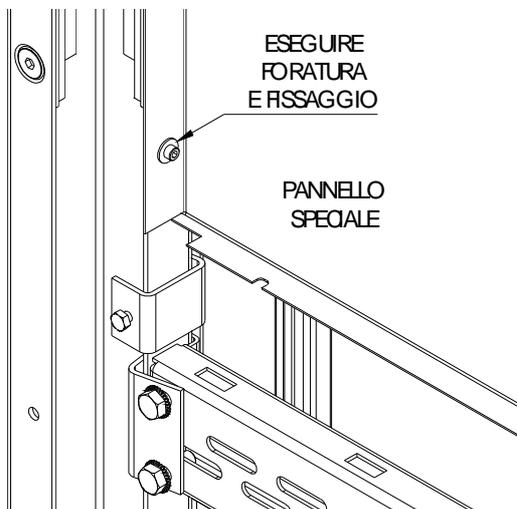

Fig. 21.4
- ✓ Con il tamponamento in lamiera viene fornito un pannello sopraporta speciale. Il montaggio deve essere eseguito come indicato in Fig. 21.4 eseguendo una foratura di fissaggio tra il pannello ed il montante in prossimità dell'architrave dell'inquadramento